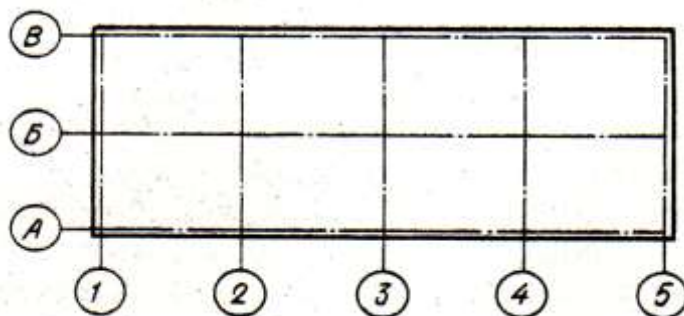

Рис. 26
**Координационной осью** называется линия, проходящая вдоль наружных и капитальных внутренних стен (рис.26).